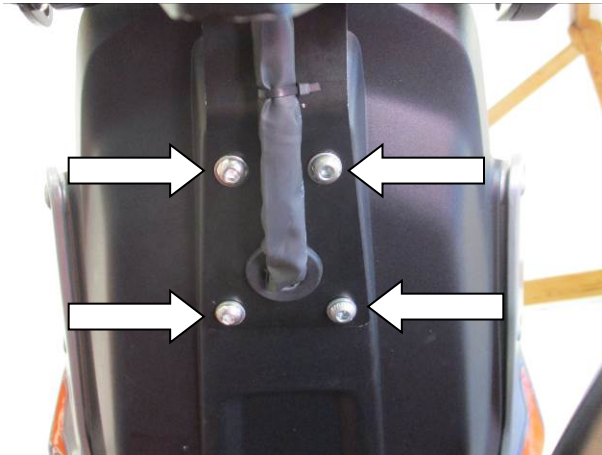
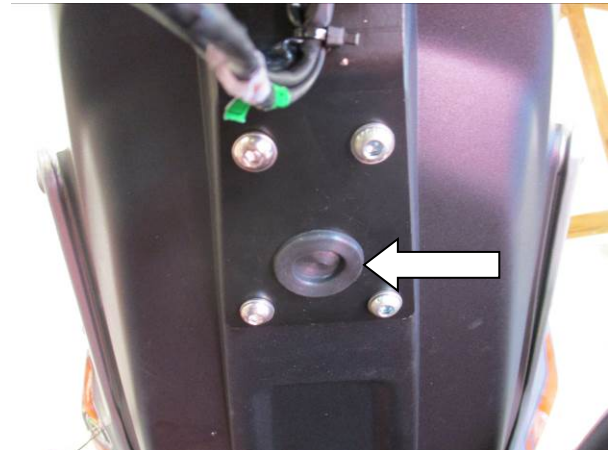

Abbildung 1
Abbildung 2
- Entfernen Sie die vier Schrauben, die in Abbildung 1 abgebildet sind. Die Gummitülle (siehe Abbildung 2) und die Kabel vorsichtig durchziehen und den Kennzeichenhalter vom Motorrad entfernen.
- Führen Sie die Kabel durch die Öffnung, die in Abbildung 2 abgebildet ist und montieren Sie die Gummitülle wieder.
- Montieren Sie den R&G Kennzeichenhalter am Motorrad wieder – benutzen Sie hierbei die vier Schrauben, die in Abbildung 1 abgebildet sind.